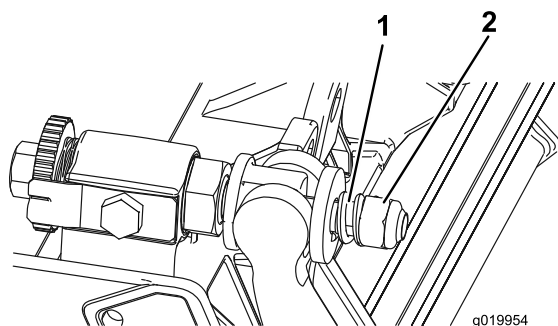

Figura 28
3. Aperte a porca da mola tensora até que a mola fique recolhida; em seguida, desaperte meia volta (Figura 28).
10. Aperte a porca em cada conjunto de ajustador da barra de apoio até que a mola de compressão esteja totalmente comprimida e, em seguida, desaperte a porca 1/2 volta (Figura 28).